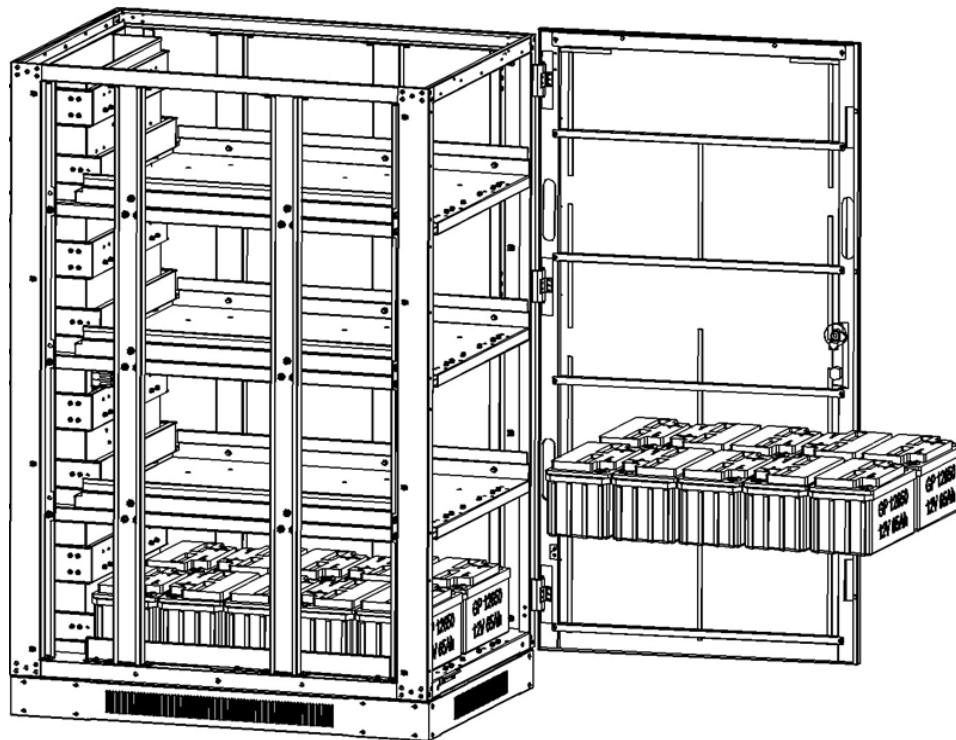
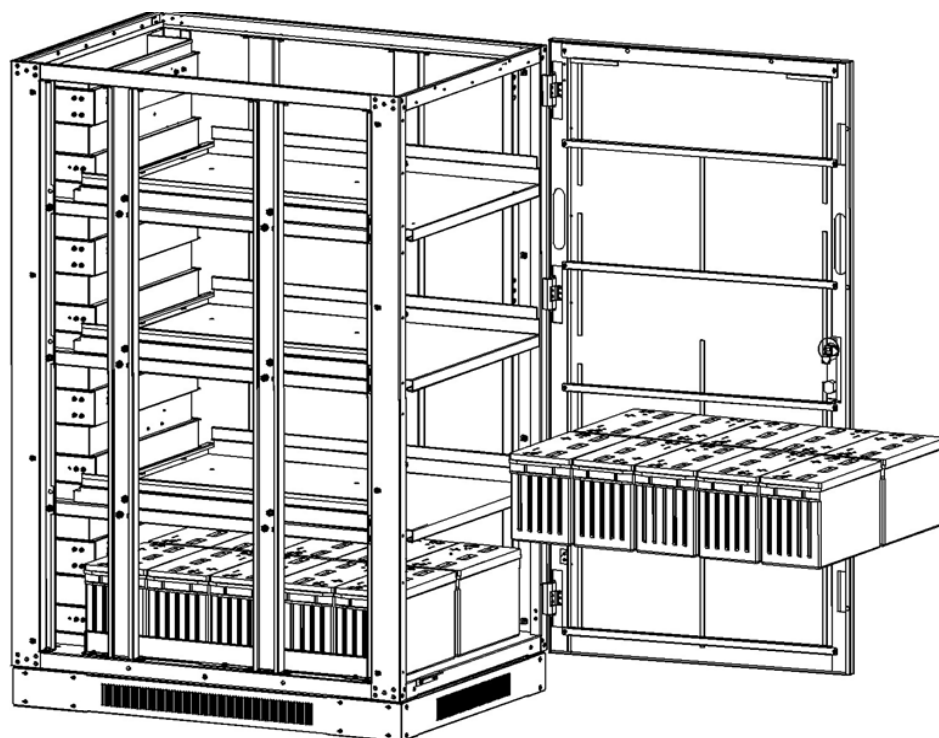

Figura 5-33: Modelo BP240V65L-NIB
Figura 5-34: Modelo BP240V100L-NIB
5. Instale 10 módulos de baterías en la capa 2 (Figura 5-33: Modelo BP240V65L-NIB o Figura 5-34: Modelo BP240V100L-NIB).